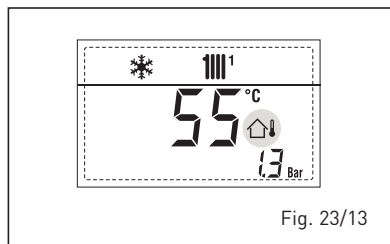

Fig. 23/13
– INTERVENCIÓN TERMOSTATO DE SEGURIDAD PRIMERA ZONA MEZCLADA “ALL 20” (fig. 23/14)